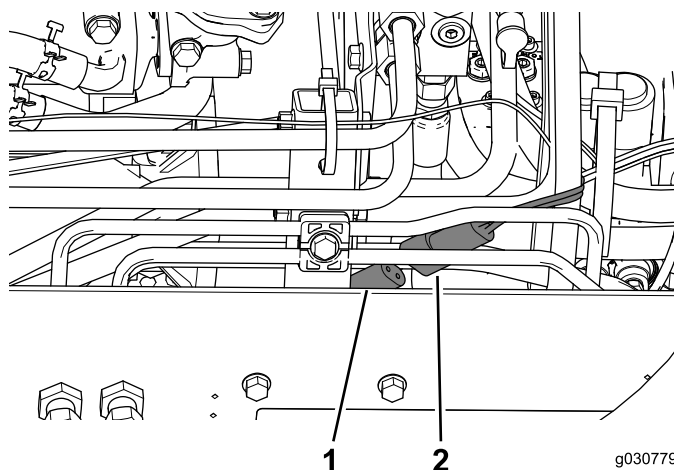

Рисунок 46
2. Подсоедините разъем питания кабины к разъему на правой стороне машины (Рисунок 46).